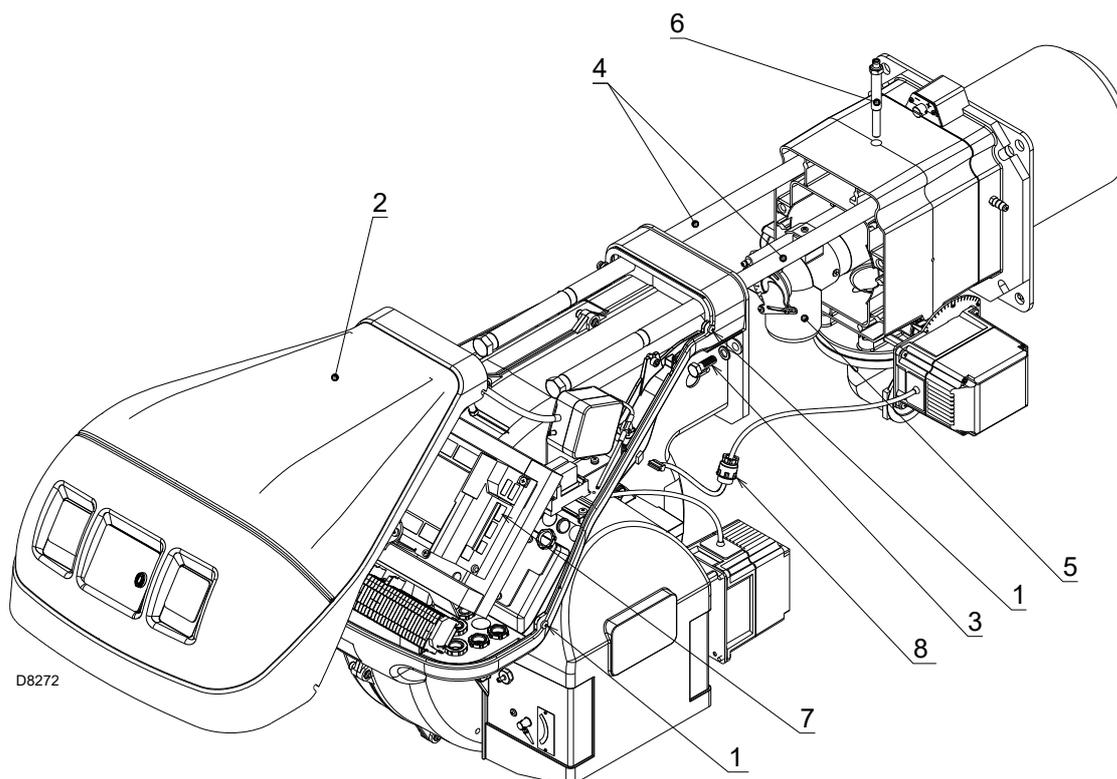

Fig. 40
- Aflojar los 4 tornillos 1)(Fig. 40) y sacar la tapa 2).
- Conectar el conector macho del servomotor 7)(Fig. 40) y enroscar el pasacable 8).